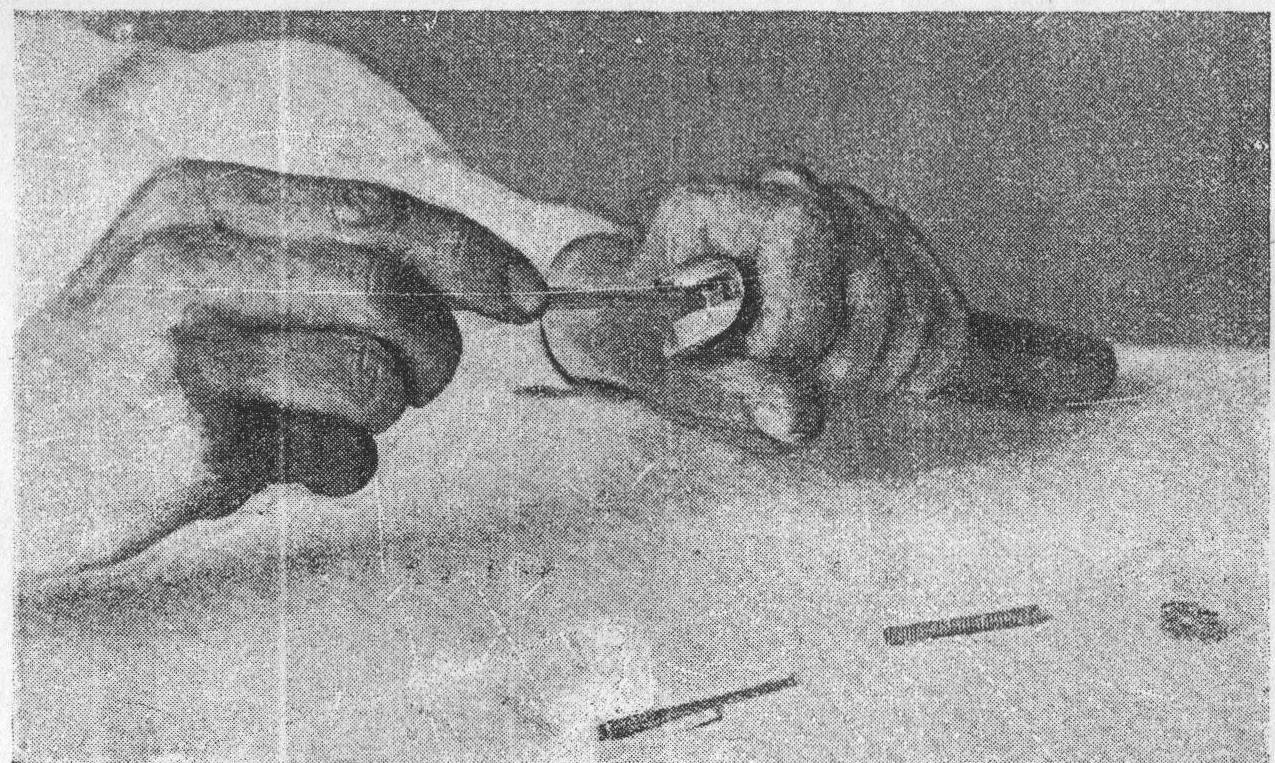

Рис. 14.
утопив её той же выколоткой, сдвинуть задвижку ударника вниз (по отношению к кожуху-затвора), прикрывая пальцем ударник, так как последний под действием своей возвратной пружины может выпрыгнуть, затем вынуть ударник и снять с него возвратную пружину ударника (рис. 14).
12. Надеть возвратную пружину ударника на ударник, вложить его в кожух-затвор (в продольное гнездо) и вставить задвижку ударника в поперечный паз кожуха-затвора, для чего, нажав выколоткой на ударник, утопить его в гнезда и ввинтить задвижку плоской частью к кожуху-затвору (рис. 14).